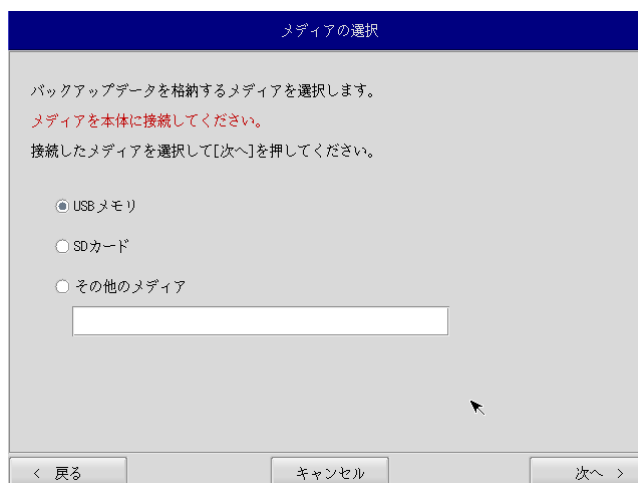

図 6-4-1. メディア選択画面
- ⑤ メディア選択画面（図 6-4-1）が表示されます。バックアップファイルが保存されているメディアを選択します。USB メモリまたは SD カードを選択し、本体にメディアを接続します。[次へ]ボタンを押します。